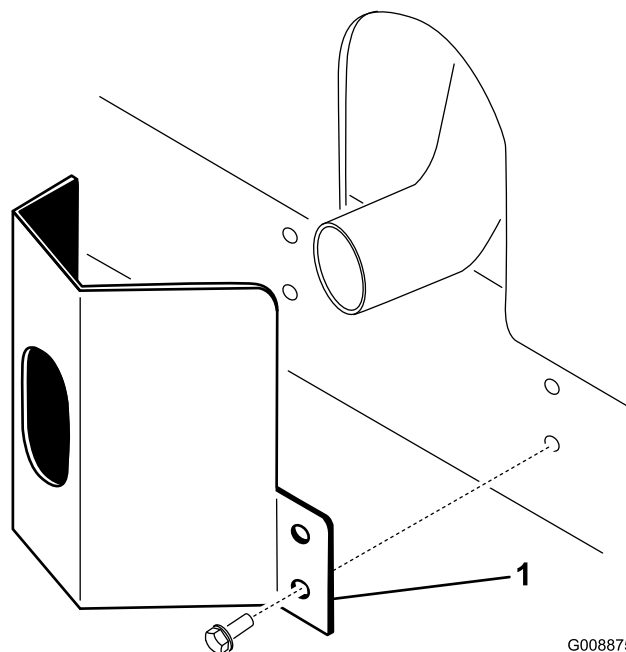

Figura 36
1. Collocate la protezione della marmitta attorno al silenziatore, allineando contemporaneamente i fori di fissaggio con i fori nel telaio (Figura 36).
2. Fissate la protezione della marmitta sul telaio con quattro viti autofilettanti (Figura 36).